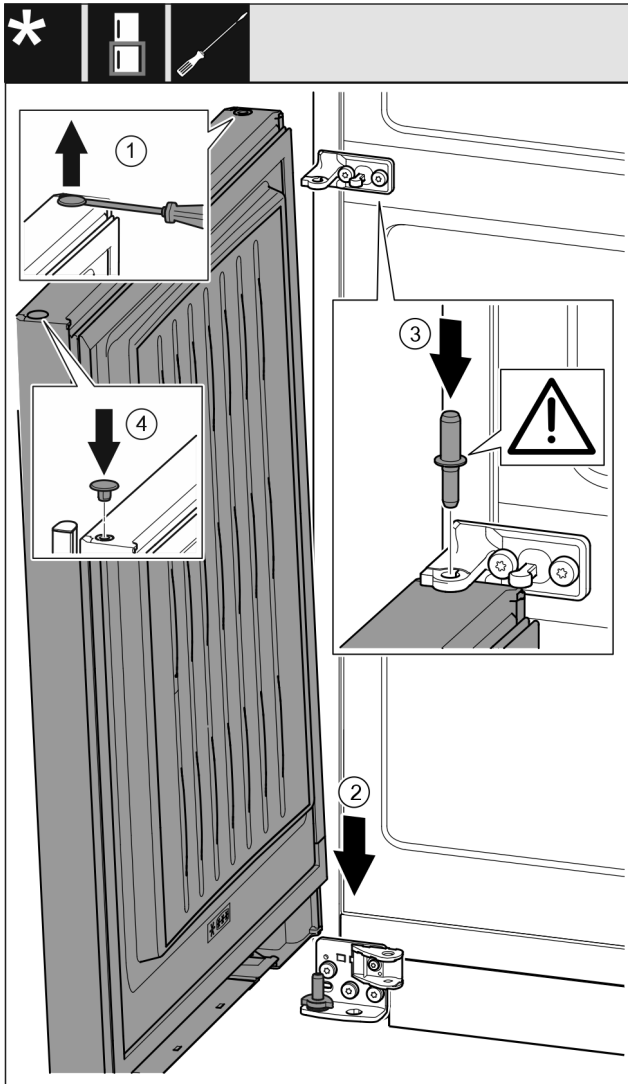

Fig. 35
- ▶ За допомогою шліцьової викрутки обережно підніміть пробку Fig. 35 (1) та витягніть її.
- ▶ Встановіть дверцята Fig. 35 (2) зверху на нижній опорний гвинт.
- ▶ Середній опорний гвинт Fig. 35 (3) встановіть в нижні дверцята через середній опорний кронштейн. При цьому виступ фіксатора повинен бути спрямований назад.
- ▶ Знову вставте пробку Fig. 35 (4) з іншого боку дверцят.